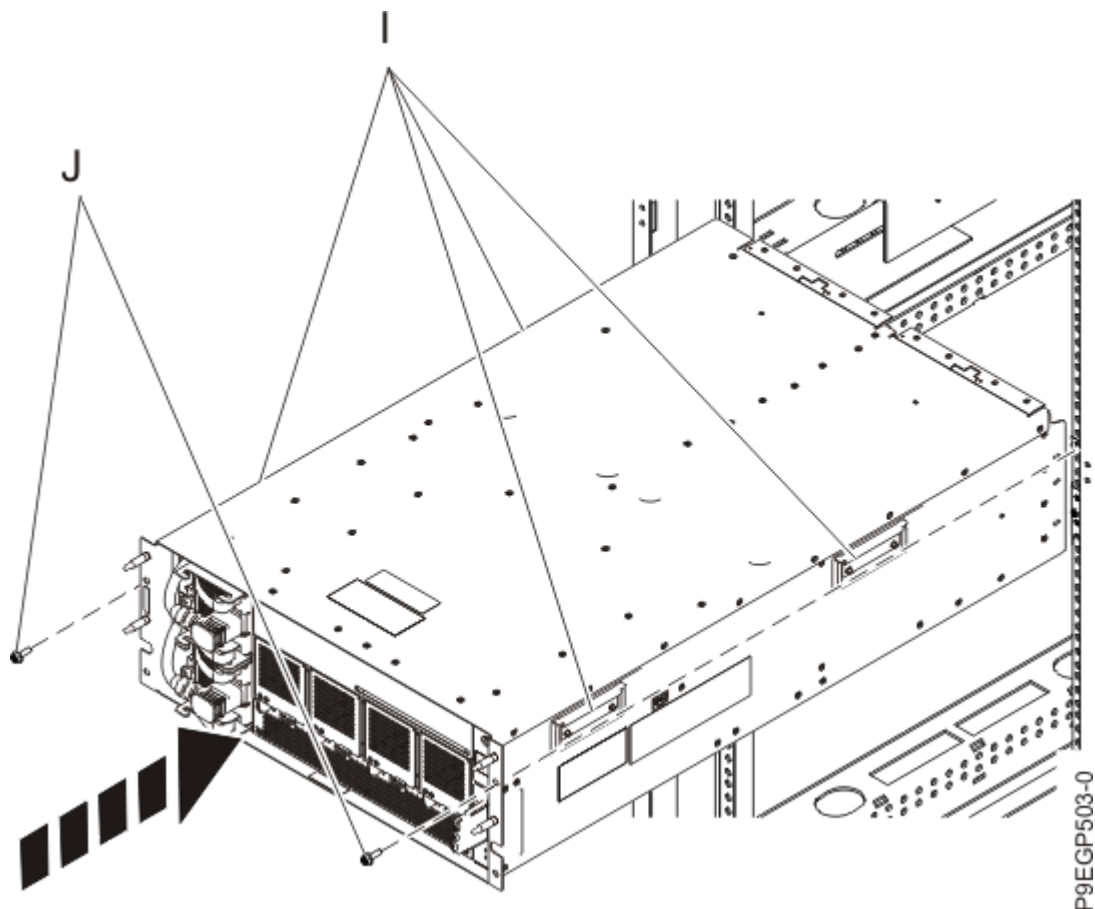

Abbildung 9. Einschub in einem Rack installieren
- a) Für das Führen des Einschubs werden drei Personen benötigt, wovon zwei Personen ihn an den vier Griffen **(I)** festhalten (siehe Abbildung 9 auf Seite 13) und eine Person an der Vorderseite des Einschubs steht. Heben Sie den Einschub an und positionieren Sie ihn über der Vorderseite der Schienen.